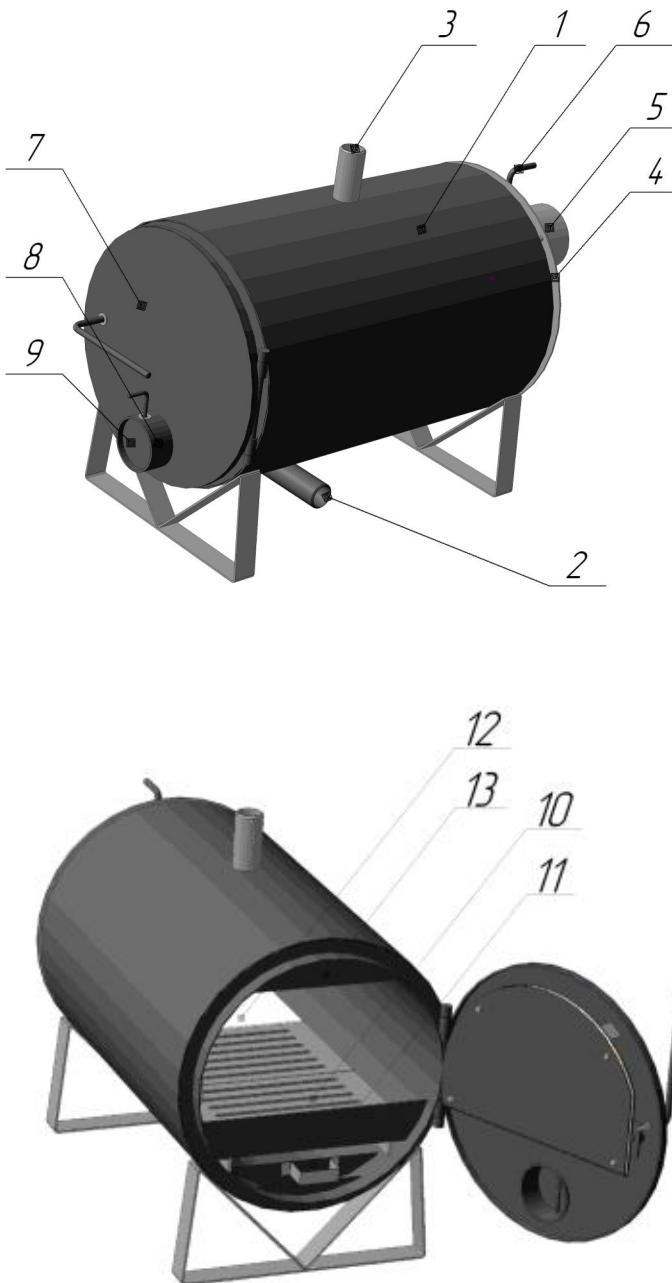

Рисунок 1. Устройство аппарата
6.2 Дымоход (10) (Рис.1) футеровать асбестовым картоном толщиной 3-5 мм.
7.2 Положите на очищенные колосники бумагу и достаточное количество мелких дров (щепки, лучины, стружку), сверху положите дрова. Откройте заслонку дымохода (13) (Рис.1), зажгите бумагу, закройте дверку, полностью откройте крышку поддувального окна. Когда огонь полностью разгорится, прикройте заслонку дымохода и крышку поддувального окна в зависимости от требуемой температуры воды в котле.